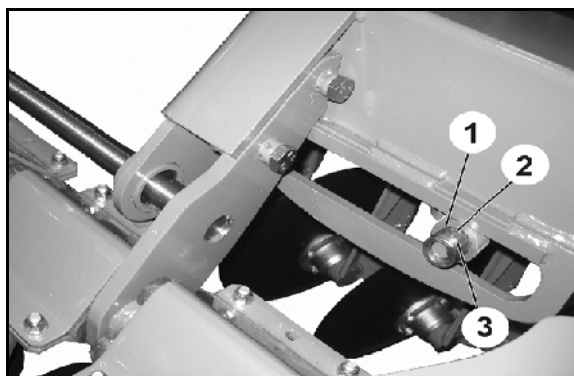

Рис. 55
Для замены ролика (Рис. 55/1) поставьте разложенный агрегат так, чтобы не было нагрузки на ролик.
1. Ослабьте резьбовое соединение (Рис. 55/2).
2. Снимите втулку (Рис. 55/3).